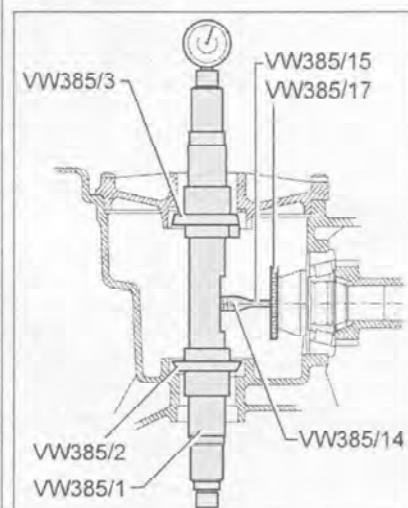

Рис. 7.301. Установите приспособление MP 3-405/17 (VW 385/17) на ведущую шестерню.
19. Установите приспособление MP 3-405/17 (VW 385/17) на ведущую шестерню (рис. 7.301).